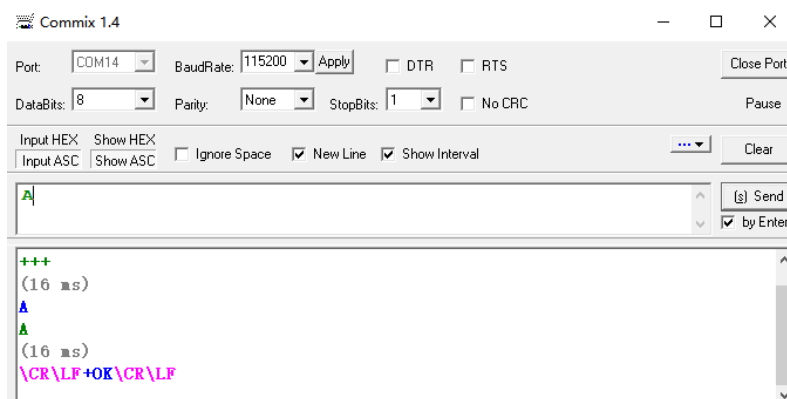

图 16-2 确认码发送界面
- 3) 模块接收到“A”后，向 Commix 发送“+OK”，并进入“AT 指令模式”。如图 16-2 所示。